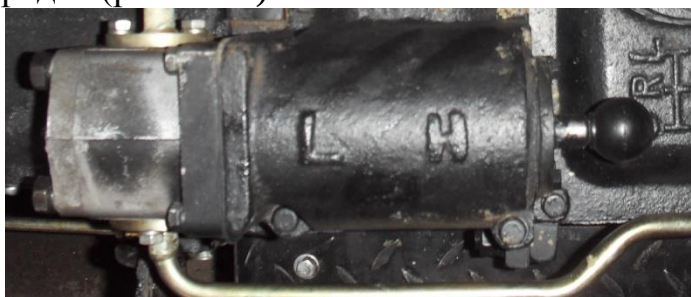

Рис. 3-17. Масляный насос гидравлической системы. L – насос выключен, H – насос включен
Рукоятка включения масляного насоса гидросистемы закреплена на левой стороне корпуса коробки передач (рис. 3-17).
- 1.) при работе трактора не связанной с работой навесного оборудования, масляный насос должен находиться **в выключенном** положении (рис. 3-17). Шток включения насоса рекомендуется вытягивать с двойным выжимом педали сцепления.